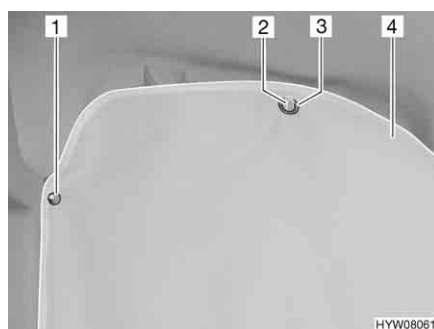

Fig. 17 Oscurante cabina di guida
- Fissare l'oscurante (Fig. 17,4) con i bottoni automatici (Fig. 17,1).
- Agganciare gli occhielli (Fig. 17,3) a sinistra e a destra nei ganci per gli abiti (Fig. 17,2) delle impugnature.
- Sganciare gli occhielli (Fig. 17,3) a sinistra e a destra dai ganci per gli abiti (Fig. 17,2) delle impugnature.
- Sganciare e riporre l'oscurante (Fig. 17,4).